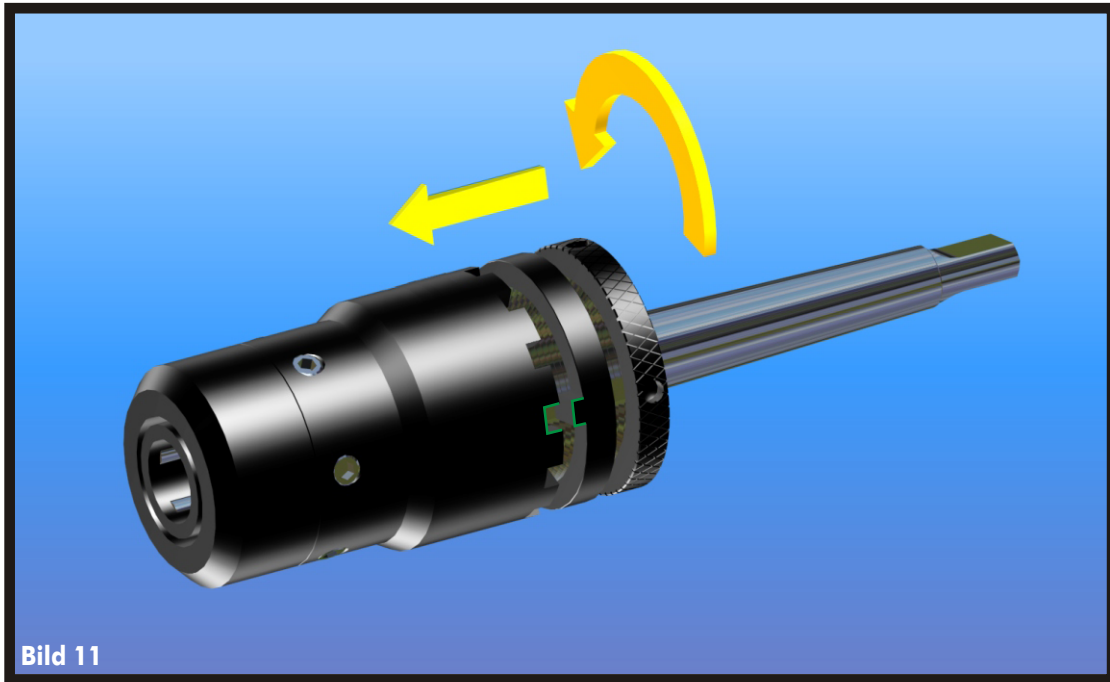

Bild 11
- > Schieben Sie den Rastring in die entsprechende Raste und sichern ihn durch anziehen der Rastmutter (Bild 11).